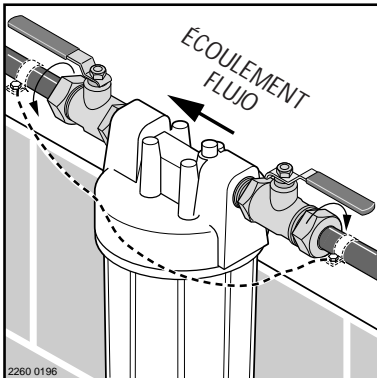

Figure 3, Figura 3
4. Glisser le filtre en position sur la conduite d'eau en faisant bien attention au bon sens de circulation de l'eau (voir la Figure 3). Utiliser une clé pour immobiliser le robinet posé sur la cuve du filtre et serrer l'écrou avec une deuxième clé. Ouvrir le robinet principal de l'alimentation en eau et s'assurer qu'il n'y a pas de fuite.